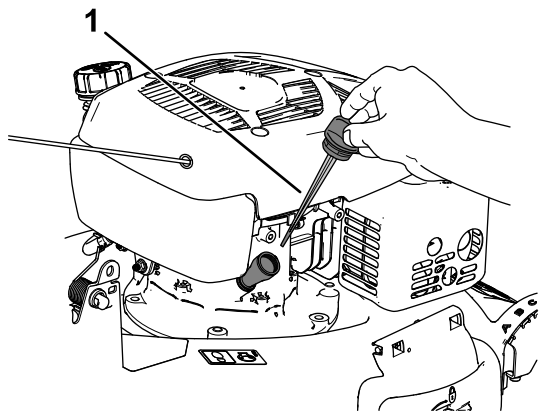

Figura 31
- Retire la varilla girando el tapón en el sentido contrario a las agujas del reloj y tirando del mismo (Figura 31).
4. Ponga la máquina de lado (con el filtro de aire hacia arriba) para drenar el aceite usado del tubo de llenado de aceite (Figura 31).